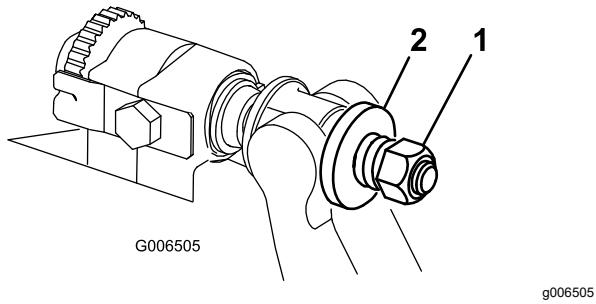

Figure 33
6. Serrez l'écrou de tension du ressort jusqu'à ce que le ressort soit complètement détendu, puis desserrez-le d'un demi-tour (Figure 33).